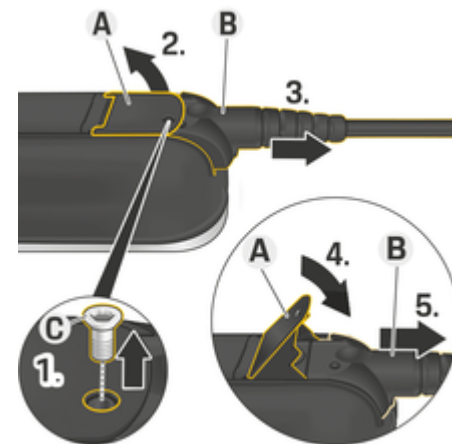

Fig. 15: Allentamento del cavo
1. Allentare la vite **C** (Fig. 15) con un attrezzo idoneo.
2. Sollevare la linguetta **A** (Fig. 15).
3. Estrarre il connettore **B** (Fig. 15) fino ad avvertire una prima resistenza.
4. Richiudere la linguetta **A** (Fig. 15).
5. Estrarre completamente il connettore **B** (Fig. 15).